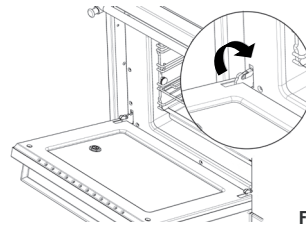

Fig. 69
- Ouvrir lentement et complètement la porte du four, rabattre de nouveau les clips dans les charnières, refermer la porte du four (Fig. 69).